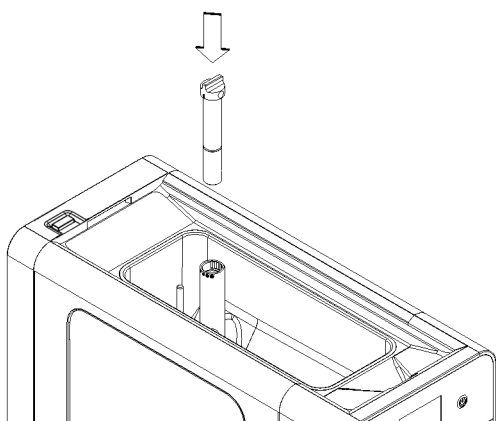

Bild 6
**3** Den oberen Teil des Mischrohrs in den unteren einsetzen. (Bild 6)